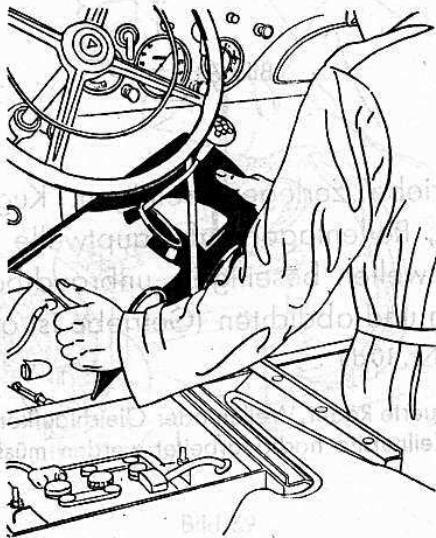

Bild 64
3. Tunnel mit Gummikappe am Schalthebel ausbauen (12 Schrauben) (Bild 64).